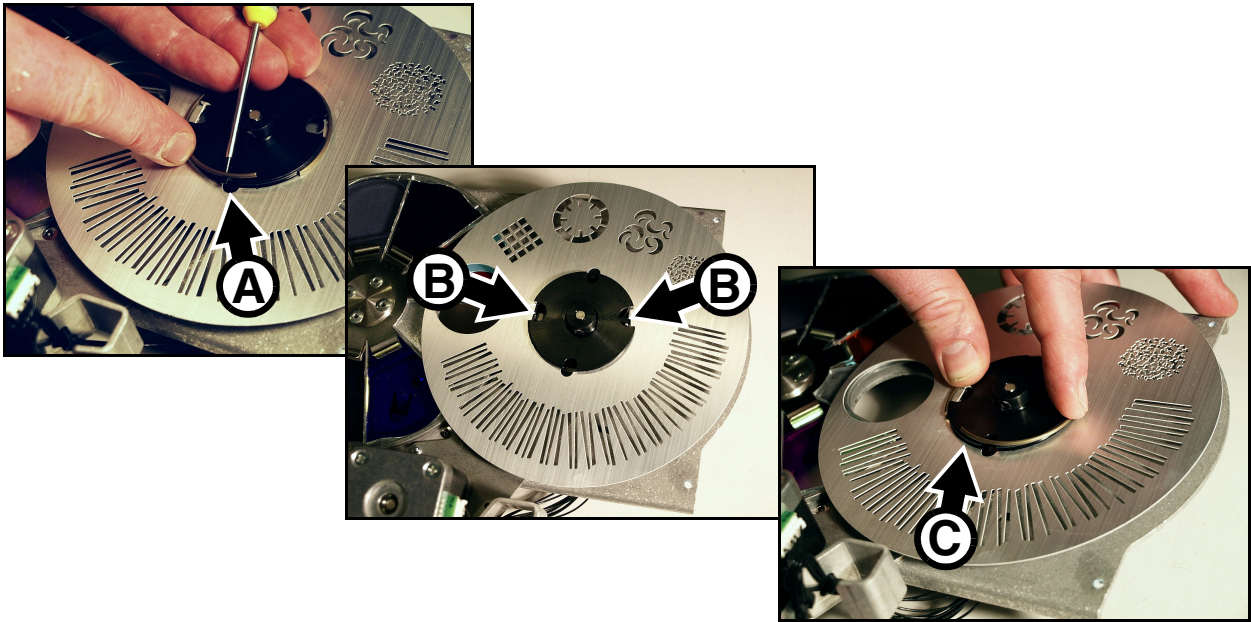

Figure 27: Démontage de la roue d'effet et remontage
7. Voir Figure 27. Utilisez un petit tournevis plat pour retirer le circlips **A** du moyeu et démonter la roue d'effet. Evitez de tordre la roue pendant le démontage et le stockage.